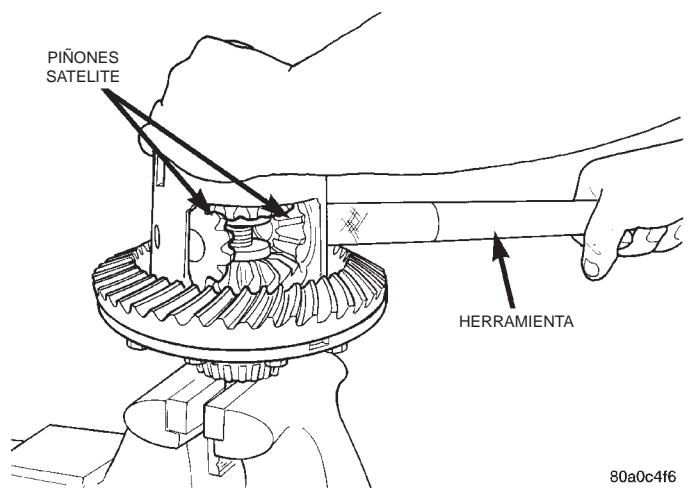

Fig. 71 Desmontaje del piñón satélite
(11) Inserte la barra de rotación C-6960-2 en la caja (Fig. 71).
(12) Afloje el tornillo forzador C-6960-4 gradualmente hasta que se alivie la tensión del conjunto de embrague y se pueda mover la caja del diferencial con la barra de rotación C-6960-2.
(13) Gire la caja del diferencial hasta que se pueda retirar los piñones satélite.
(14) Retire los piñones satélite de la caja del diferencial.